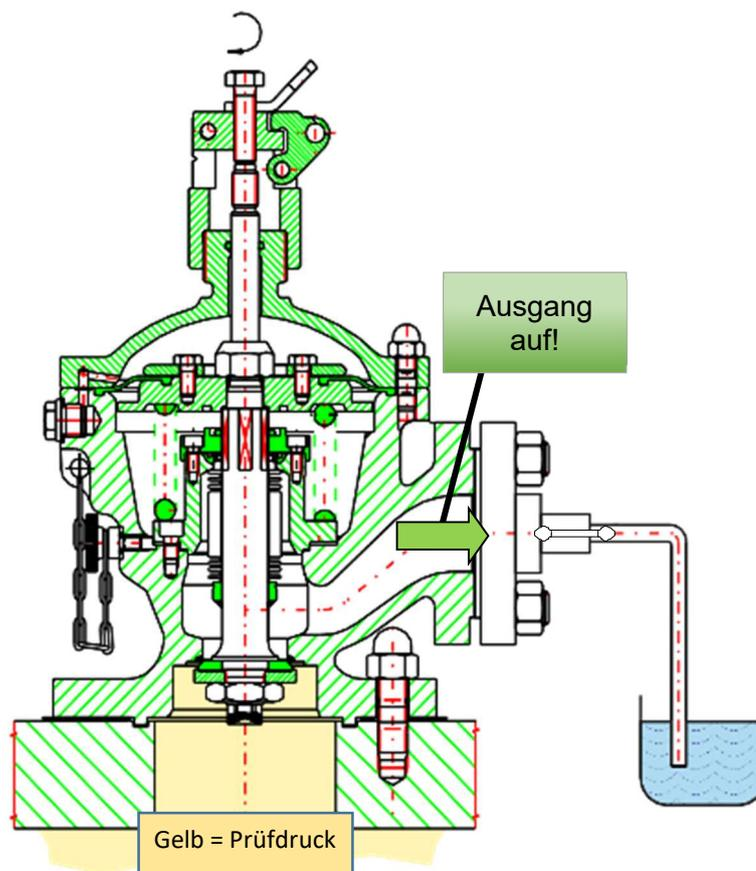

Bild 7: Dichtheitsprüfung Eckventil im Sitz Bedienung mit Handhilfsbetätigung
2.7 Pneumatische Prüfung Sitzdichtheit äußeres Ventil. Betätigung mit Handhilfsbetätigung Bild 7 - **NUR BEI NEUEN ARMATUREN ODER AUF WUNSCH DES KUNDEN NACH REPARATUR**